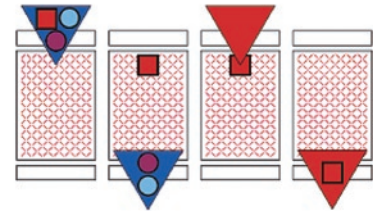

図10 目的物質を保持、
- (2) 目的物質 (■) を保持させ、夾雑物 (●と●) を洗い流してから目的物質を溶出させる (保持型、図 10)。